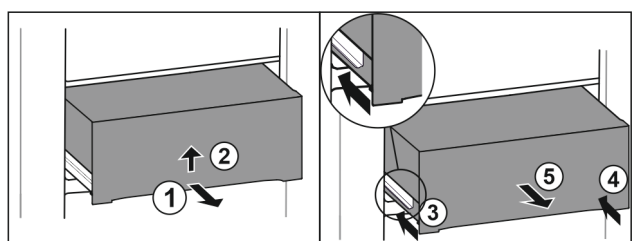

Fig. 33
- ▶ Lade er half uittrekken. Fig. 33 (1)
- ▶ Lade aan de onderkant optillen. Fig. 33 (2)
- ▶ Linker rail erin schuiven. Fig. 33 (3)
- ▶ Rechter rail erin schuiven. Fig. 33 (4)
- ▶ Lade naar voren toe verwijderen. Fig. 33 (5)